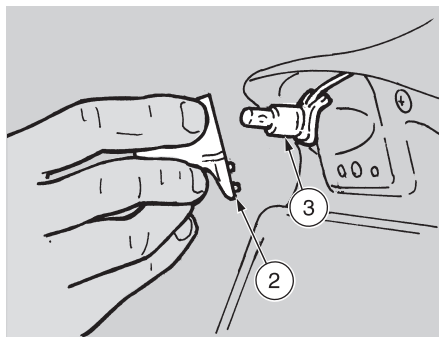

Fig. 57
- ◆ Oter le groupe lumière (2-Fig.57).
- ◆ Oter la douille (3 - Fig. 57) et remplacer l'ampoule grillée.